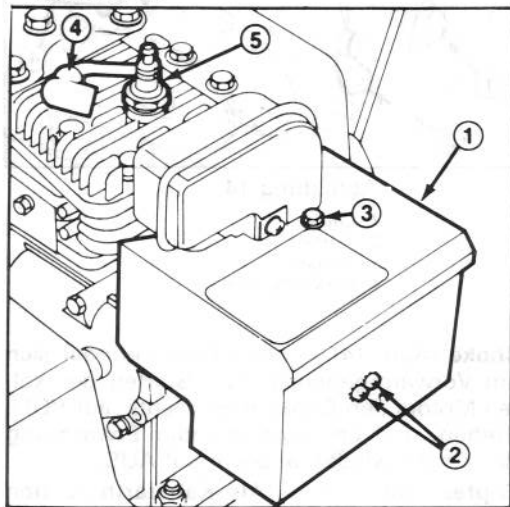

Abbildung 15
Anmerkung: Wird der Motor bei über +4 °C betrieben, muß der Vergaservorwärmkasten abgenommen werden (Abb. 15); bei Temperaturen unter +4°C bleibt er am Gerät. Abnehmen des Vorwärmkastens:
- A. Die Kreuzschlitzschraube und Sechskantschraube, mit denen der Vorwärmkasten befestigt ist, entfernen. Den Chokeknopf von der Chokestange abziehen (Abb. 15).
1. Das Hochspannungskabel auf die Zündkerze stecken (Abb. 15).
Um unbeabsichtigtes Starten des Motors bei Wartungsarbeiten zu verhindern, den Zündschlüssel auf AUS drehen und abziehen. Dann das Hochspannungskabel von der Zündkerze lösen (Abb. 15) und so sichern, daß es mit der Kerze nicht in Berührung kommen kann.
1. Das Hochspannungskabel von der Zündkerze abziehen und so sichern, daß es die Kerze nicht versehentlich berühren kann (Abb. 15).